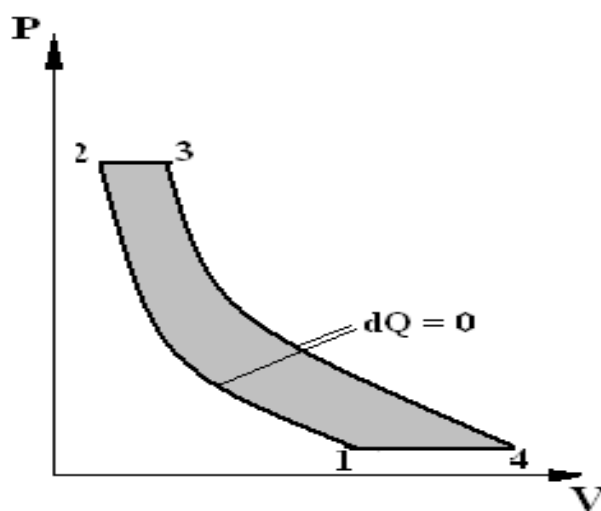

Рис. 6
8.2. Для идеального цикла газовой турбины с подводом тепла при $p = \text{const}$ (см. рис. 6) определить параметры в характерных точках, полезную работу, термический к.п.д., количество подведенного и отведенного тепла, если дано: $p_1 = 1$ бар; $t_1 = 27^\circ\text{C}$; $t_3 = 700^\circ\text{C}$; $\lambda = p_2/p_1 = 10$, $k = 1,4$. Рабочее тело – воздух. Теплоемкость принять постоянной.